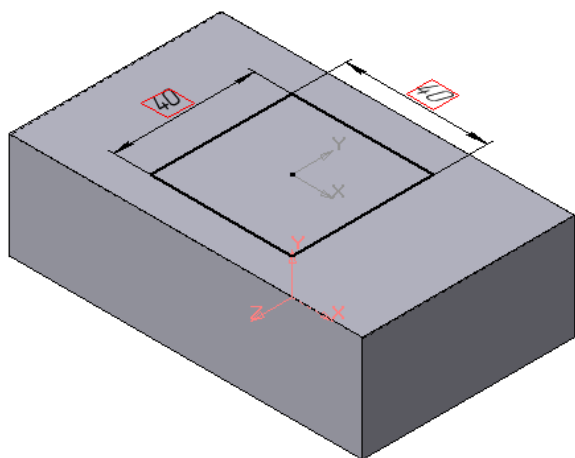

Рис. 3.2.8: Ескіз приклеюваного елемента
4. Для побудови верхнього елемента деталі – прямокутної чотиригранної призми на верхній площині основи викреслимо ескіз – квадрат із сторонами 40 мм (рис.4) і приклеїмо призму видавлюванням на 50мм (рис.5). Перед створенням ескіза необхідно вибрати грань, на якій він буде розташований. Для вказівки грані підведіть до неї курсор у вікні моделі. Коли курсор прийме вигляд , клацніть лівою клавішею миші. Активізуйте кнопку **Эскиз**  на панелі **текущего состояния**, ескіз приклеюваного елемента будується так як основа деталі (**Прямоугольник по центру и вершине**  з висотою 40 мм і шириною 40 мм) (рис. 3.2.8). Для повернення в режим роботи з деталлю **після** створення ескіза відіжmemo кнопку **Эскиз**  на панелі **текущего состояния**.